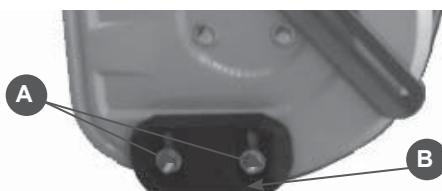

Рис.9
2. Ослабьте гайки крепления салазок (A), (Рис. 9) и установите салазки (B) на необходимую высоту. Снова затяните гайки.